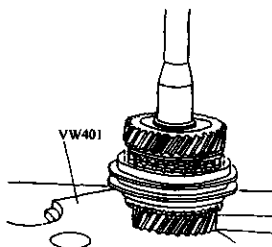

图 3-88 安装三档齿轮、
7) 用 2kN 的力将三档齿轮、同步器和四档齿轮紧紧压在有齿的锁圈上, 将总成固定好, 如图 3-88 所示。